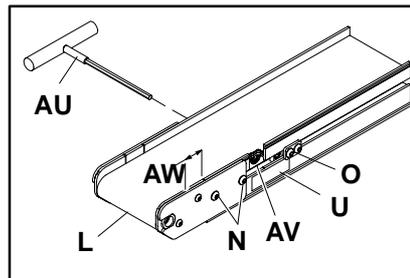
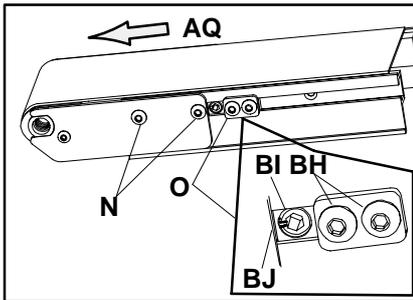

Figure 19
Figure 20
Assurez-vous que tout le matériel que vous avez retiré ou desserré est de nouveau complètement fixé, à l'exception des vis (N de la figure 19) de la plaque de jonction arrière au niveau de l'extrémité de tension (L) du convoyeur.
Localisez l'extrémité de tension de la bande (L de la figure 19) du convoyeur, identifiée par une étiquette (U).
vous assurant que la rainure en T soit correctement orientée (voir figure 20 à la page 8).
Avant de commencer à régler le déroulement de la bande, assurez-vous que les vis (N de la figure 20) de la plaque de jonction, de chaque côté, sont bien réglées. Ensuite, réglez le déroulement de la bande du convoyeur de la manière suivante:
Desserrez uniquement les deux vis de la plaque de jonction (N de la figure 20) du côté du convoyeur vers laquelle la bande se déroule.
Pendant que le convoyeur fonctionne, utilisez la clé six-pans de 5 mm (AU de la figure 19) pour faire lentement pivoter la came d'ajustement de la position de la bande (BI de la figure 20). Faites pivoter la came doucement par paliers, dans l'une ou l'autre direction, afin d'amener la bande à s'écarter du côté du convoyeur, jusqu'à ce que la bande se déroule bien au centre du convoyeur. Faites toujours en sorte que la bande du convoyeur réalise plusieurs tours complets entre les réglages.